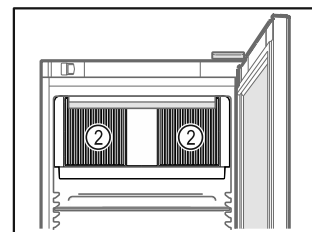

Fig. 57
- ❑ A belső térben lévő keringető ventilátor szellőzőnyílásait Fig. 57 (2) tartsa szabadon.